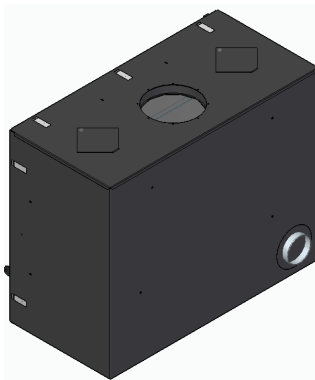

Figura 13 - Ligação ar exterior
* O equipamento vem também com uma entrada de ar para combustão tapada por trás, caso pretenda efetuar instalação ao ar exterior, terá que partir as micro-juntas das capas e fazer a ligação a uma das opções de entrada de ar, por trás ou por baixo, se optar pela de trás, terá que trocar a tampa, passando para baixo, ver Figura 13.